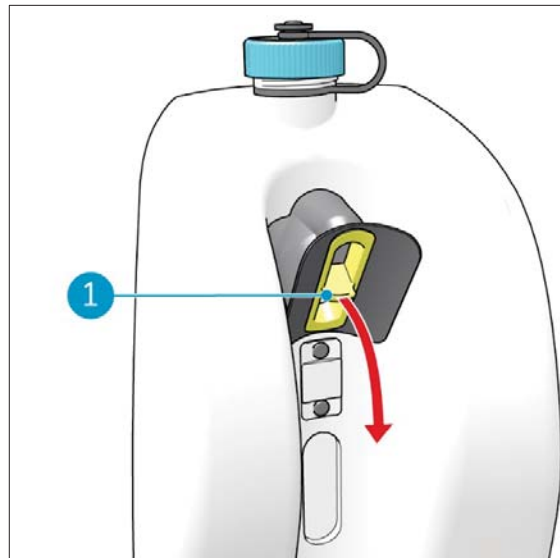

Figure 29
3. Avec votre index et votre pouce, saisissez le cadre de support de l'ensemble d'arrêt du flotteur à bille (Figure 29, pos 1), puis tirez-le vers l'extérieur.
13. Remplacez l'ensemble d'arrêt du flotteur à bille dans le réservoir de récupération, voir Figure 29. Assurez-vous que le cadre de support et le boîtier en caoutchouc affleurent le réservoir et le scellent.